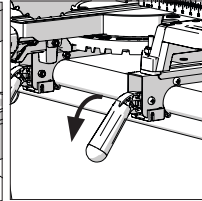

Fig. 12
- Lås byglarna på plats genom att försiktigt trycka ner låsspakarna. (**Fig. 12**)